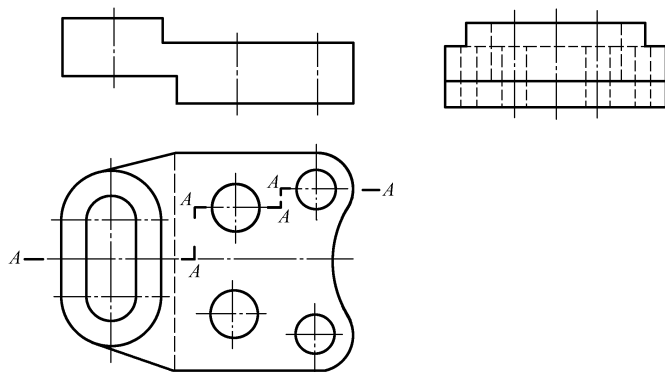

图 39
39. 将主视图（图 39）画成全剖视图（用几个平行的平面剖切）。